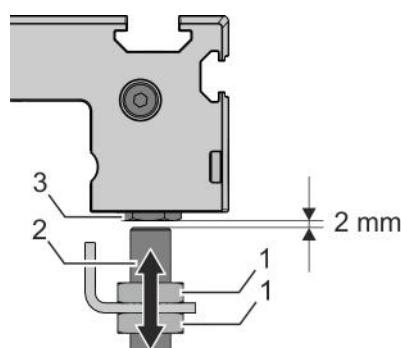

Fig. 37 : Réglage de la distance de commutation
4. ➔ Régler à l'aide des écrous hexagonaux (Fig. 37 /1) une distance de commutation de 2 mm entre la fin de course inductive (Fig. 37 /2) et le boulon du galet (Fig. 37 /3).